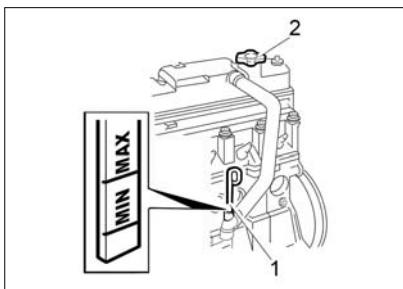

Рис. 45. Проверка уровня масла в картере двигателя 8-клапанного двигателя
Уровень масла проверяется на холодном неработающем двигателе при нахождении автомобиля на горизонтальной поверхности. Уровень должен находиться между метками **MIN** и **MAX** указателя уровня масла 1 (рис. 45) или между верхним и нижним краями рифленой поверхности указателя 1 (рис. 45а) в зависимости от модели двигателя. При необходимости доливка масла (см. приложение 1) производится через горловину, закрываемую пробкой 2.
Рис. 45а. Проверка уровня масла в картере двигателя 16-клапанного двигателя
Проверку уровня масла выполните на остывшей коробке передач. Уровень масла должен быть между двумя метками указателя 1 (рис. 45б) уровня масла. Доливку масла проводите небольшими порциями через отверстие, закрываемое указателем уровня масла.
Рис. 45б. Проверка уровня масла в коробке передач
В вариантом исполнении при комплектации автомобиля механической коробкой передач с тросовым приводом управления уровнем масла должен быть по нижней кромке контрольного отверстия 1 (рис. 45в). Доливку мас-
**Рис. 45в. Проверка уровня масла в коробке передач